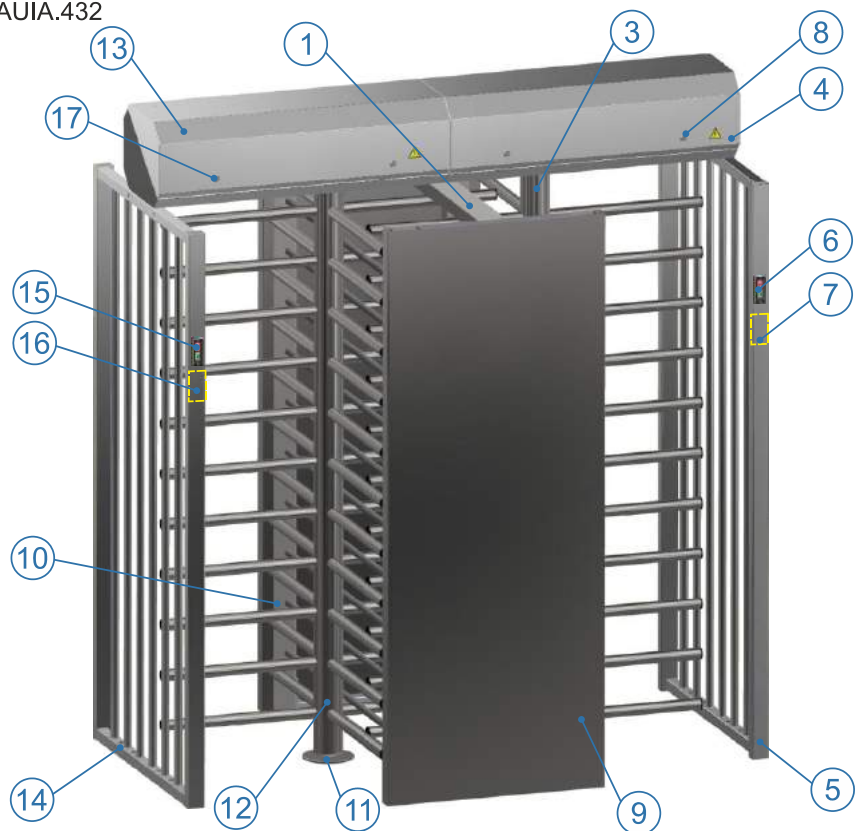

Рис. 2 – Конструкция и общий вид серии двухпроходных турникетов «SESAME TWIN»
**1.3.1.2. Конструкция** двухпроходного турникета представлена следующими основными устройствами и элементами (см. рисунок 2):